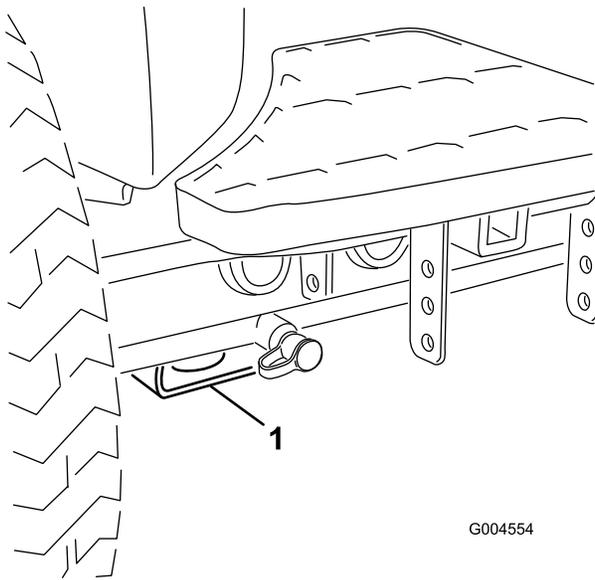

図 35
- 前各前輪の内側、アクスルチューブの下にある四角いパッド (図 35)